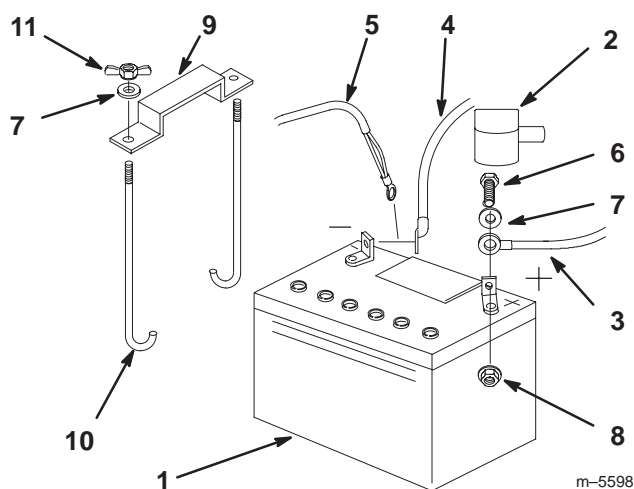

Figure 61
1. Placez la batterie dans son support en tournant les bornes vers le moteur (Fig. 61).
4. Fixez les câbles à l'aide de 2 boulons (1/4 x 3/4 pouce), 2 rondelles (1/4 pouce) et 2 contre-écrous (1/4 pouce) (Fig. 61).
6. Fixez la batterie en position avec des boulons en J, une barrette de maintien et 2 rondelles (1/4 pouce), ainsi que 2 écrous papillons (1/4 pouce) (Fig. 61).
4. Débranchez d'abord le câble négatif et le câble de masse de la borne négative (-) de la batterie (Fig. 61).
5. Ôtez le capuchon rouge de la borne positive (rouge) de la batterie. Retirez ensuite le câble positif (rouge) de la batterie (Fig. 61).
6. Retirez les deux écrous papillons (1/4 pouce) de fixation de la barrette de maintien de la batterie (Fig. 61).